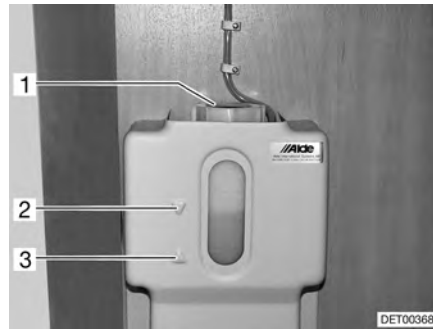

Bild 247 Expansionsbehållare varmvatten-värmsystem
- Kontroll av vätskenivå utförs på expansionsbehållaren (Bild 247), nivån skall ligga mellan markeringarna "MIN" (Bild 247,3) och "MAX" (Bild 247,2).
- Vredet på expansionsbehållaren (Bild 247,1) öppnas.